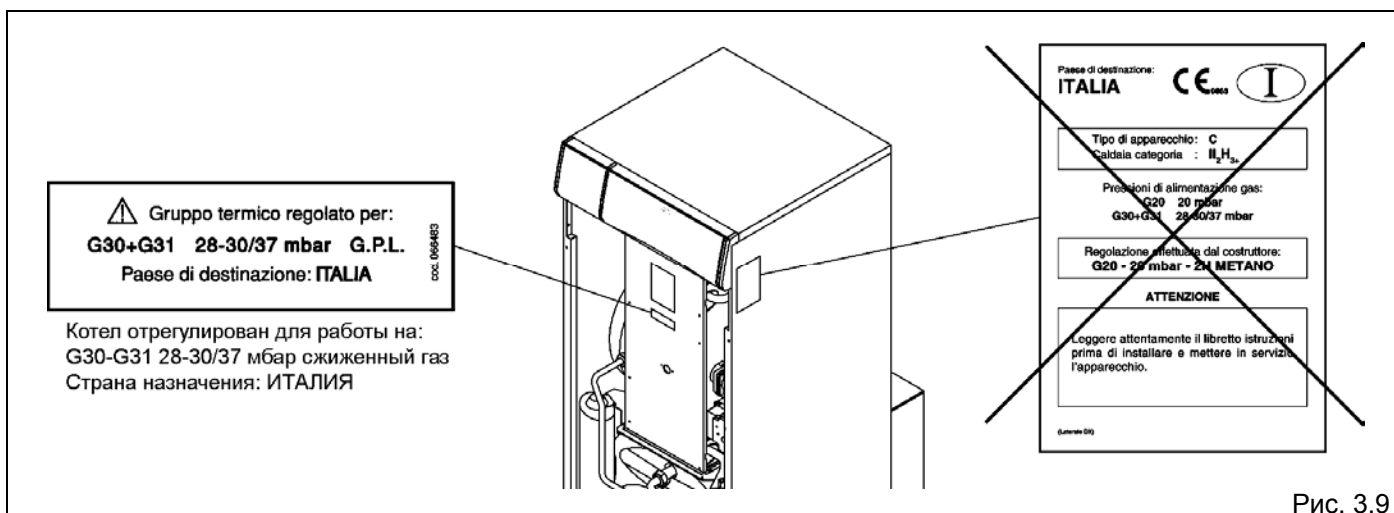

Рис. 3.9
- Снимите таблички с указанием метана (G20), которые прикреплены на внешней и внутренней стороне облицовки (рис. 3.9)
- Прикрепите табличку, указывающую на сжиженный газ (GPL), входящую в комплект поставки котла, на внутреннюю сторону облицовки (рис. 3.9).